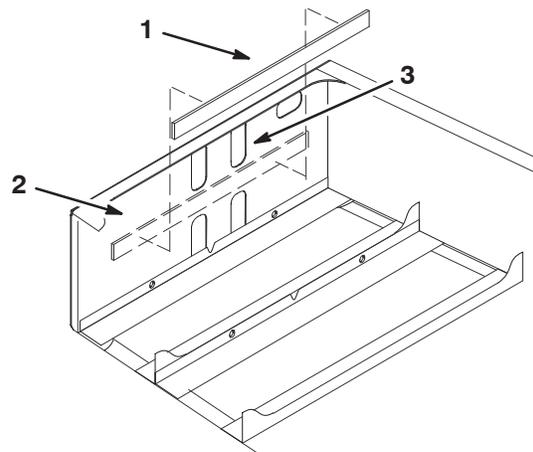

Figura 9
3. Togliete il nastro adesivo dalla parte posteriore del supporto delle batterie, e applicate quest'ultimo alla superficie interna anteriore del telaio posteriore, come illustra la Figura 9.